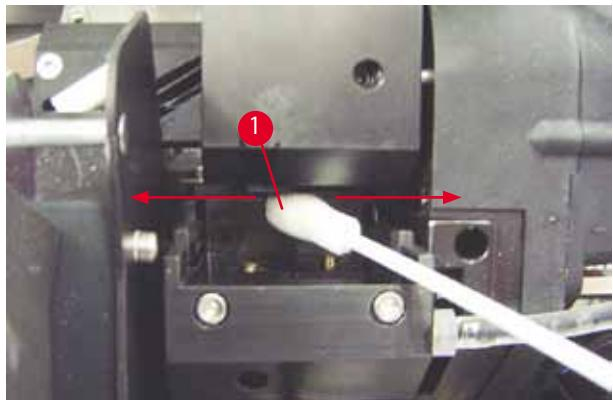

Рис. 51
5. Осторожно вставьте палочку в зазор под печатающей головкой (→ "Рис. 51"). И легким нажатием вверх (на печатающую головку) переместите из одной стороны в другую (ок. 10 раз). Отложения засохших чернил отделяются и удаляются.